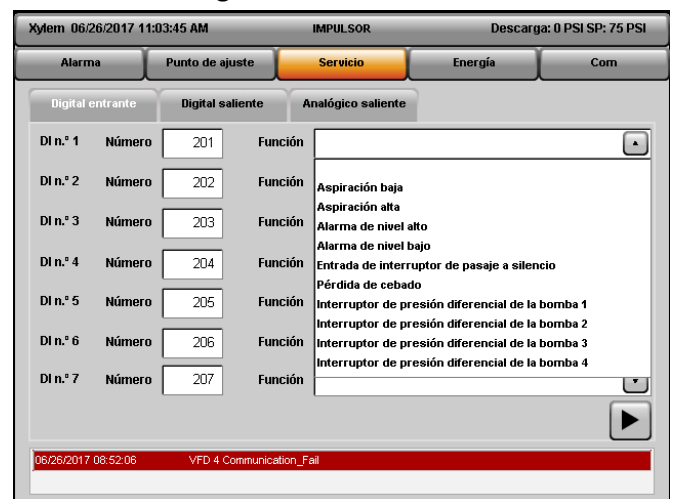
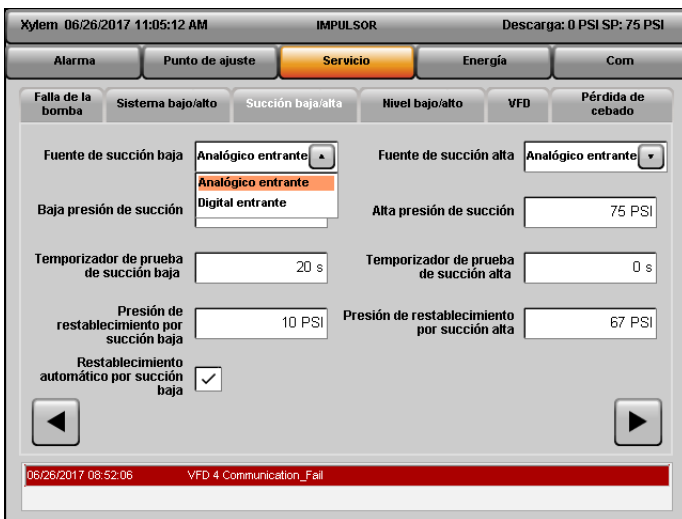

Figura 5.5.18: Entrada digital opcional
Figura 5.5.19: Alarma de baja/alta succión configurada como entrada digital
La pantalla [Digital In] (Entrada digital) opcional se muestra en la Figura 5.5.18. En el lado izquierdo, hay números del 201 al 207. Son números de terminales. Seleccione la función deseada para el número del terminal conectado al panel de control. Consulte el diagrama del cableado de control para ver los detalles del cableado.
1. **Baja succión:** la entrada digital se puede configurar para el funcionamiento de un interruptor opcional de baja succión tal como se muestra en la Figura 5.5.18. Asimismo, se debe seleccionar la fuente de baja succión como entrada digital en la sección [Low/High Suction] (Alta/baja succión) en [Alarm Setup] (Configuración de alarma) a fin de activar la protección de baja succión conforme al interruptor de baja succión, como se muestra en la Figura 5.5.19. La alarma de baja succión será detectada con la señal alta activa.
4. **Alarma de bajo nivel:** la entrada digital se puede configurar para el funcionamiento de un interruptor opcional de bajo nivel tal como se muestra en la Figura 5.5.18. La alarma de bajo nivel será detectada con la señal alta activa.
5. **Entrada del interruptor de silencio:** la entrada digital se puede configurar para el funcionamiento de un interruptor opcional de silenciamiento tal como se muestra en la Figura 5.5.18. Esta entrada digital opcional se puede usar para silenciar la bocina forzando la señal de salida de la alarma de salida digital opcional en bajo.
6. **Pérdida de cebado:** la entrada digital se puede configurar para el funcionamiento de un interruptor opcional de pérdida de cebado tal como se muestra en la Figura 5.5.18. La alarma de pérdida de cebado será detectada con la señal alta activa.
7. **Interruptor de presión diferencial de la bomba X:** el interruptor presión diferencial se puede configurar como entrada digital opcional para la bomba deseada, tal como se muestra en la Figura 5.5.18. NOTA: X es el número de la bomba.
2. **Alta succión:** la entrada digital se puede configurar para el funcionamiento de un interruptor opcional de alta succión tal como se muestra en la Figura 5.5.18. Asimismo, se debe seleccionar la fuente de alta succión como entrada digital en la sección [Low/High Suction] (Alta/baja succión) en [Alarm Setup] (Configuración de alarma) a fin de activar la protección de alta succión conforme al interruptor de alta succión, como se muestra en la Figura 5.5.19. La alarma de alta succión será detectada con la señal alta activa.
3. **Alarma de alto nivel:** la entrada digital se puede configurar para el funcionamiento de un interruptor opcional de alto nivel tal como se muestra en la Figura 5.5.18. La alarma de alto nivel será detectada con la señal alta activa.